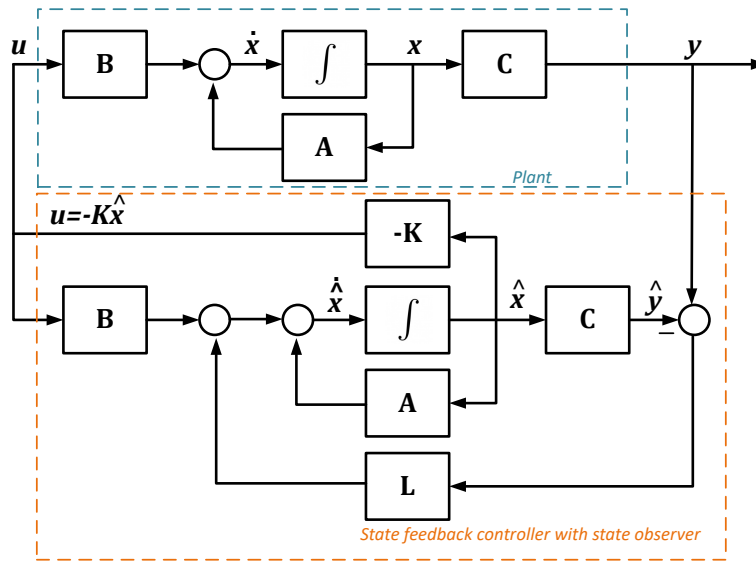

Figura 7: Sistem de stabilizare cu estimarea stării
Schema bloc a unui sistem de stabilizare cu estimarea stării este prezentat în Figura 7, (Ogata, 2002). Observați că legea de control $\mathbf{u} = -\mathbf{K}\hat{\mathbf{x}}$ utilizează starea estimată pentru reacție și nu starea reală a procesului. Modelul în
- Implementați sistemul cu reacție după stare și estimator după schema bloc din Figura 7, în Simulink. Ca alternativă, pentru a simula sistemul cu estimator puteți utiliza modelul în spațiul stărilor pentru sistemul închis (21), (22) și condițiile inițiale $\mathbf{x}_0$, $\hat{\mathbf{x}}_0$.